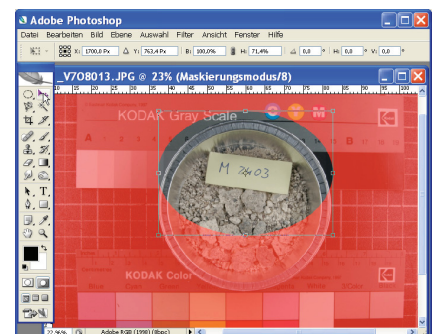

Abb. 11-38: Transformieren der Maske im MM
- VERSCHIEBEN/TRANSFORMIEREN ⑤: Mit dem W VERSCHIEBEN kann im MM die Maske verschoben und in der Größe geändert werden. Das ist besonders bei Anwendung der W AUSWAHLELLIPSE (Abb. 11-38) nützlich. Nachdem das Werkzeug gewählt wurde, werden in P OPTIONEN die Transformationsmöglichkeiten angezeigt. Mit Wechsel des Werkzeugs oder **DKI** in die Auswahl wird die Transformation übernommen.